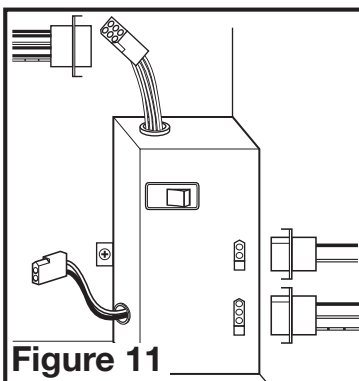

Figure 11
- 3a. **MODÈLES STANDARDS ET AVEC DÉTECTION DE MOUVEMENT:** Branchez les câbles de moteur de connexion rapide à 2 broches et 3 broches du ventilateur dans la prise correspondante située sur le couvercle du compartiment de câblage. Ces câbles ne s'insèrent que d'une façon dans les logements (Figure 11).